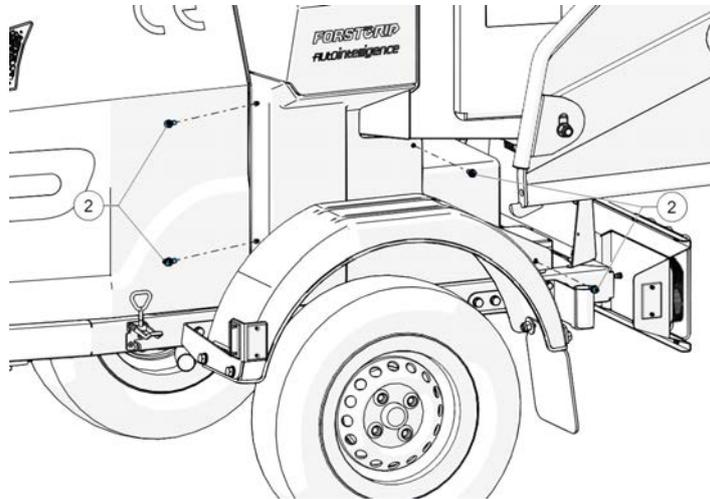

Figure 51 - Retirez les boulons
3. Déposez les boulons qui fixent le panneau (2, Figure 51).